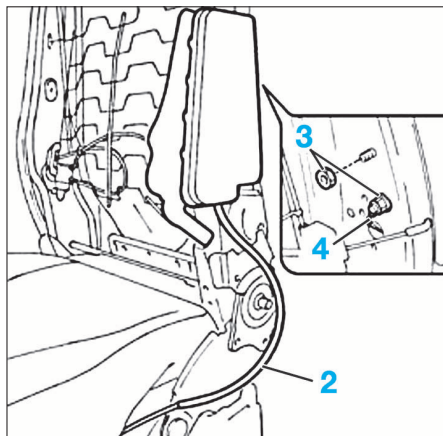

FIG. 13
• Détacher le faisceau (2) (Fig.13).
• Déposer l'écrou de fixation (3).
• Débrancher le fil de masse (4)